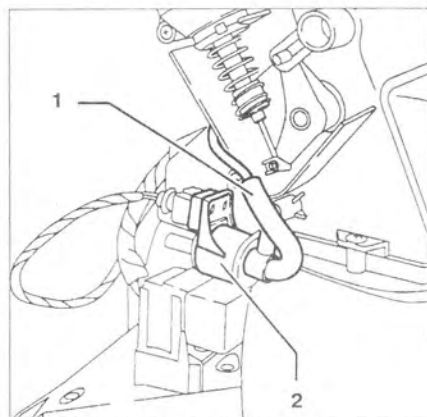

Рис. 9.82. Отсоедините вакуумную трубку **1** от двухканального клапана для заслонки управления подачей свежего и рециркуляционного воздуха **2**.
7. Отсоедините вакуумную трубку **1** от двухканального клапана для заслонки управления подачей свежего и рециркуляционного воздуха **2** (рис. 9.82).